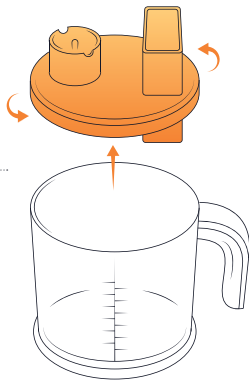

FIG 1.
1. Mantenga presionados ambos botones (FIG. 1.) e inserte el accesorio prensador de patatas en la unidad del motor.
1. Presione y mantenga presionados ambos botones (FIG. 1.) e inserte el accesorio en espiral (FIG. 3.) en la unidad del motor.
1. Saque las piezas ensambladas de la taza medidora. (FIG. 1.)
1. Presione y mantenga presionados ambos botones (FIG. 1.) e inserte el accesorio en el recipiente del procesador de alimentos (FIG. 3.) en la unidad del motor.
1. Quite la tapa del recipiente del procesador de alimentos girándola en sentido antihorario. (FIG. 1.)